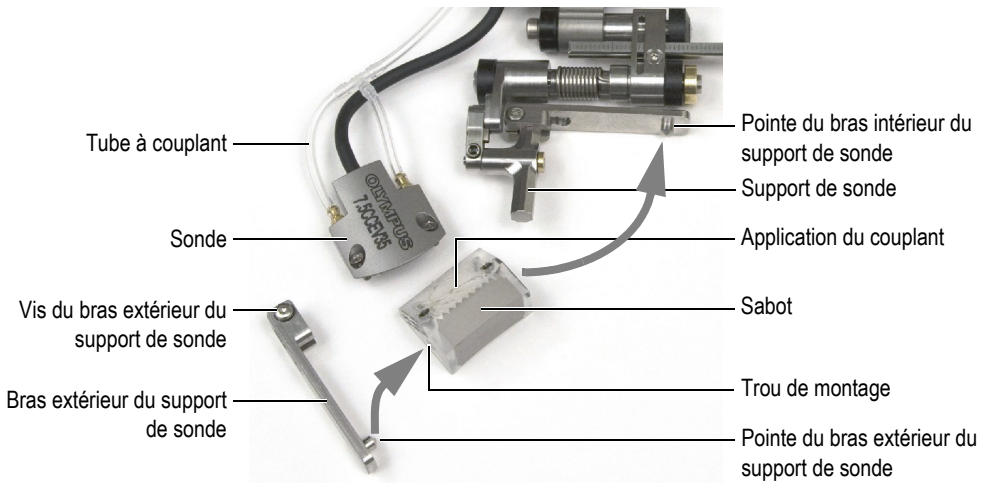

Figure 2-5 Changement du sabot sur le scanner
1. Retirez le bras extérieur du support de sonde (voir la Figure 2-5 à la page 37) :